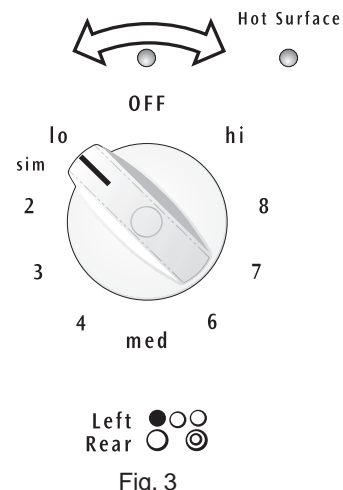

Fig. 3
2. Enfoncez et tournez le bouton de commande vers la gauche ou la droite selon le réglage désiré (Reportez-vous au **Tableau des réglages suggérés pour les éléments radiants**, aux figures 3 et 4). Débutez la plupart de vos activités de cuisson par un réglage plus élevé puis, baissez le réglage pour terminer la cuisson. Les boutons n'ont pas à être réglés à un repère particulier. Utilisez les réglages comme repère et ajustez le bouton de commande selon le besoin. Chaque élément de surface fournit une quantité de chaleur constante à chacun des réglages. Une zone de chauffe de couleur rouge brillante, dépassant du bord inférieur de l'ustensile, indique que l'ustensile est **trop petit** pour la zone en particulier.